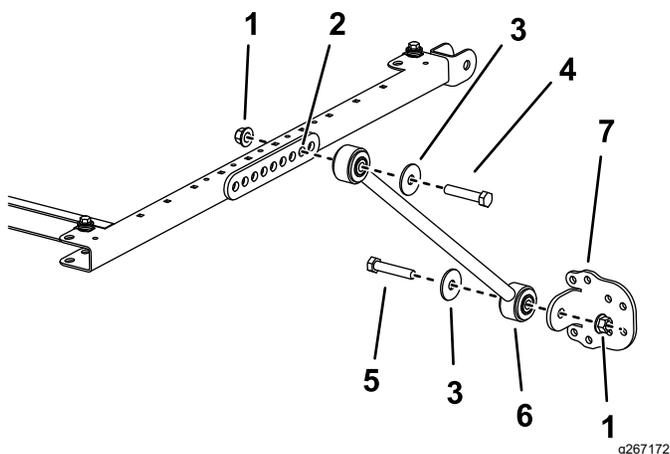

Figura 5
5. Su ciascun lato del telaio del parasole montate, senza serrarlo, un supporto di ancoraggio sul secondo foro del suo supporto di montaggio con un bullone ( $\frac{1}{2}$ " x  $2\frac{3}{4}$ "), una rondella ( $\frac{1}{2}$ " e un dado flangiato ( $\frac{1}{2}$ "), come illustrato nella Figura 5.
6. Montate, senza serrarla, una staffa di ancoraggio su ciascun supporto di ancoraggio con un bullone ( $\frac{1}{2}$ " x  $2\frac{1}{2}$ "), una rondella ( $\frac{1}{2}$ " e un dado flangiato ( $\frac{1}{2}$ "), come illustrato nella Figura 5.